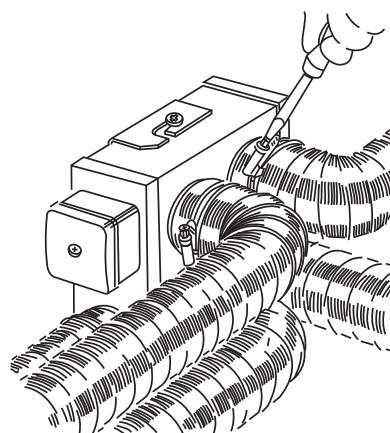

Рис. 3. Разметка и монтаж
- выполните разметку для монтажа кронштейна на несущей плоскости (конструкции) (см. табл. 3, рис. 3 а);
- просверлите отверстия и закрепите кронштейн при помощи соответствующего крепежа (например, дюбелей) (см. рис. 3 б);
- установите вентилятор на кронштейн (см. рис. 3 в);
- затяните крепежные винты (см. рис. 3 г);
- подключите воздуховоды к патрубкам вентилятора (см. рис. 3 д);
- затяните быстроразъемные хомуты в местах подключения воздуховодов к патрубкам (см. рис. 3 е).
Варианты подключения воздуховодов к вентиляторам модификаций **ВКП XXX\XXXx4** показаны на рис. 3 ё, 3 ж.